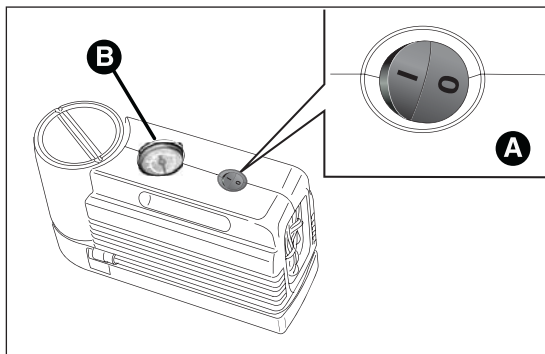
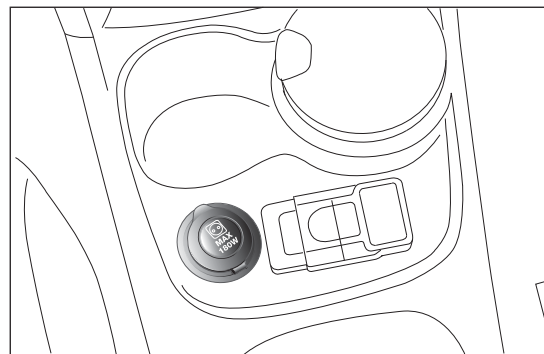

fig. 124
fig. 125
- ❑ asegurarse de que el interruptor A fig. 124 del compresor esté colocado en posición 0 (apagado), arrancar el motor, colocar el enchufe en la toma de corriente situada en el túnel central fig. 125 y accionar el compresor desplazando el interruptor A a la posición I (encendido). Inflar el neumático de acuerdo con la presión indicada en el apartado "Presión de inflado", en el capítulo "Datos técnicos". Para obtener una lectura más precisa, se recomienda comprobar el valor de la presión en el manómetro B fig. 124 con el compresor apagado;